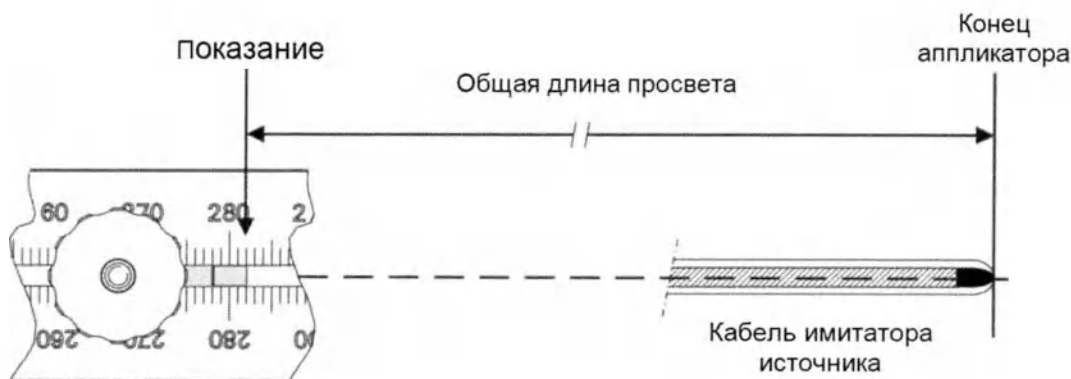

Рис.18: определение общей длины просвета
- Запишите результат, указанный на стороне индикатора; см. Рис.18. Это значение показывает общую длину просвета используемого аппликатора.